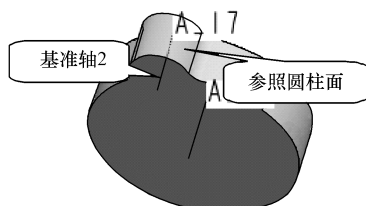

图 7-25 创建基准轴 2
(3) 在图形区选择圆柱面2，单击【基准特征】工具栏中的【轴】按钮，完成基准轴2的创建，如图7-25所示。